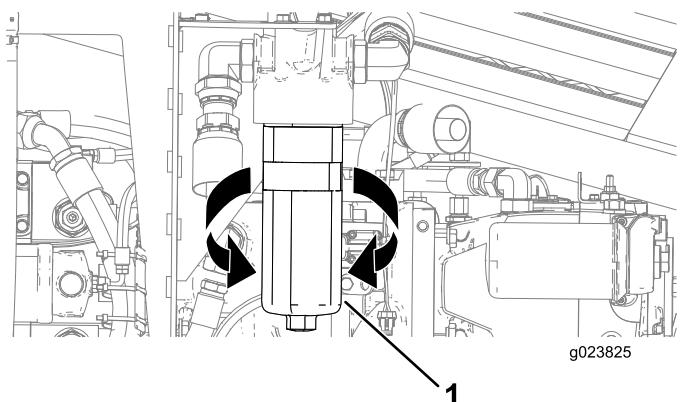

Рисунок 122
3. Поместите сливной поддон или уложите ветошь под фильтр линии нагнетания (Рисунок 122).
4. Поверните фильтр линии высокого давления гидросистемы против часовой стрелки и снимите его (Рисунок 122).
6. Совместите фильтр высокого давления гидросистемы с местом его посадки и поверните его по часовой стрелке до достижения момента затяжки 61 Н·м (45 фунт-футов), как показано на (Рисунок 122).